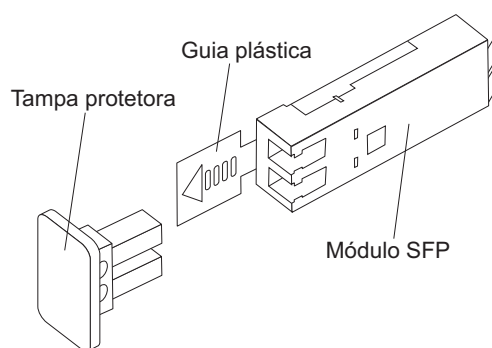

Figura 26. Módulo SFP e Tampa Protetora
2. Remova a tampa protetora do módulo SFP, conforme mostrado na Figura 26. Guarde a capa protetora para utilização futura.
2. Se necessário, remova a tampa protetora do módulo SFP, como mostra a Figura 26 na página 56. Guarde a capa protetora para utilização futura.